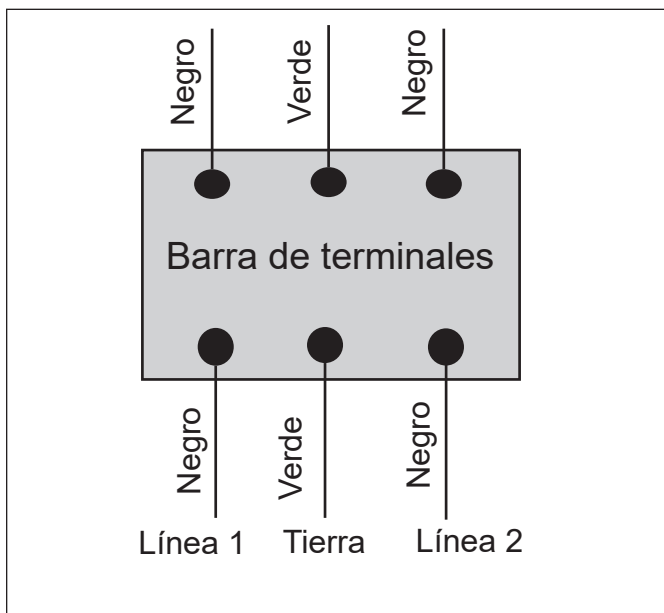

Figura 7. Cableado de fábrica de LX2 para unidad de 220 voltios
- Para el funcionamiento a 220 voltios, conecte uno (1) de los cables negros a la línea 1 y el otro cable negro a la línea 2. Consulte la Figura 7.